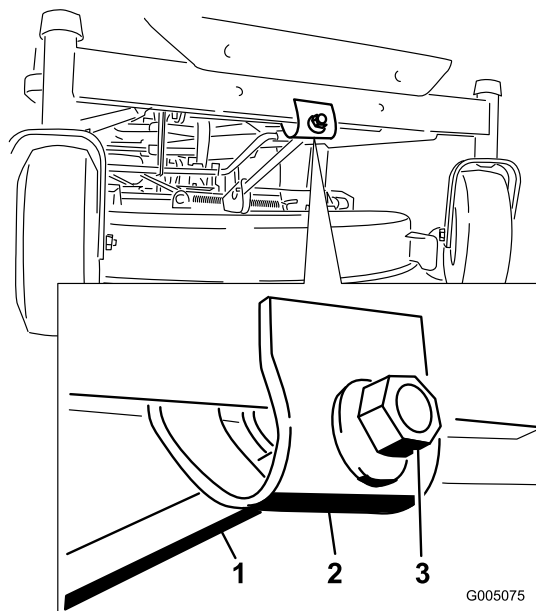

Figura 46
7. Para ajustar la inclinación longitudinal, gire la tuerca de ajuste de la parte delantera del cortacésped (Figura 46).